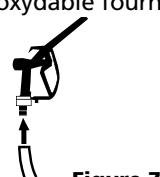

Figure 7
5. Raccorder le tuyau au raccord cannelé de la buse à main et le fixer au moyen d'un collier en acier inoxydable (Figure 7).